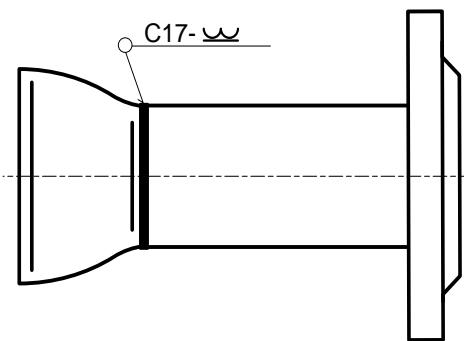

Рис.7.Прямолинейный отрезок трубы с концентрическим переходом.
- 3.3.2.4. Если монтаж выполняется в трубопровод с DN большим, чем $DN_{ППР}$, к противоположным концам отрезков труб следует приварить концентрические переходы (рис.7).